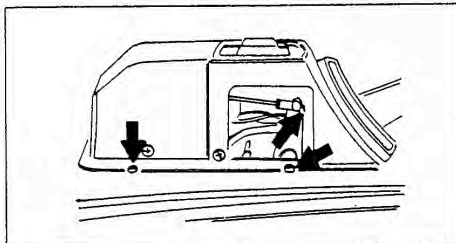

Bild 354
- Die Steckverbindungen trennen (Bild 354).